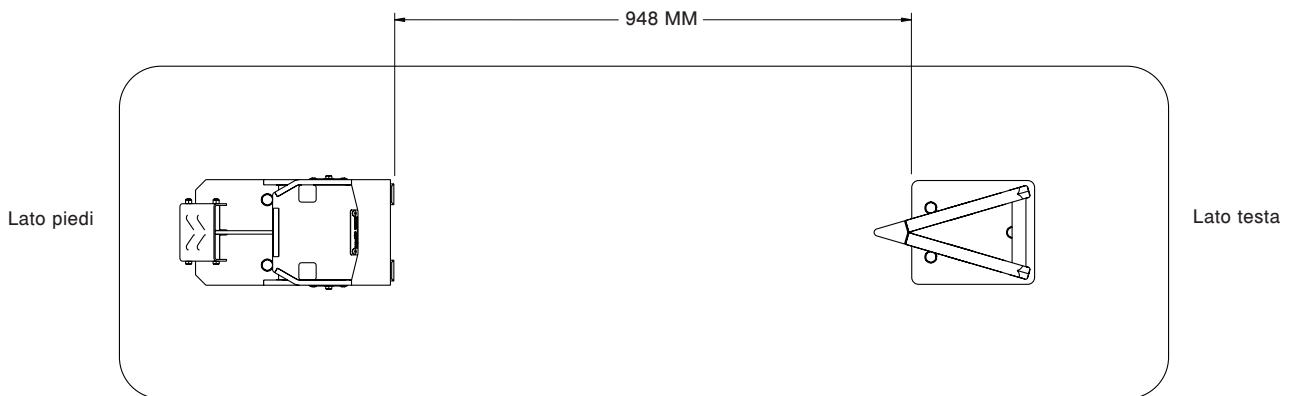

Figura 11 – Spaziatura dei dispositivi di ancoraggio
- Confermare la spaziatura dei dispositivi di ancoraggio (Figura 11).